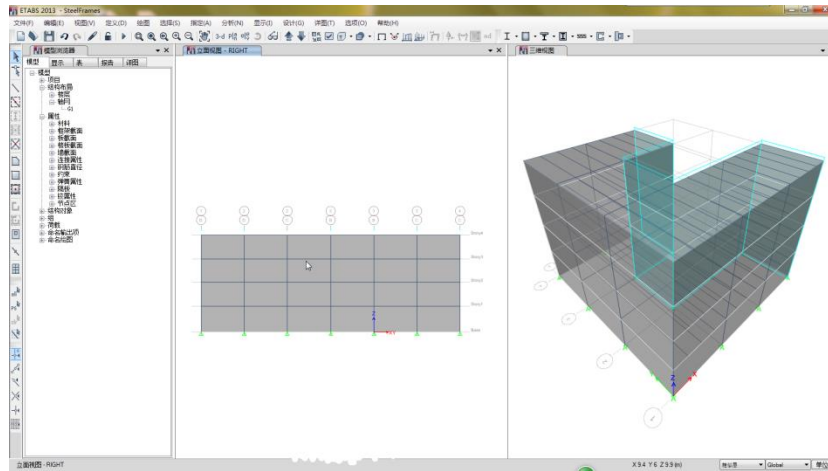

图 4-17 展开立面视图
4. 当点击了所有点后，右击鼠标（或按下键盘上的 Enter 键），完成展开立面绘制。平面视图将转换为立面视图，并显示刚刚绘制的展开立面，如图 4-17 所示。